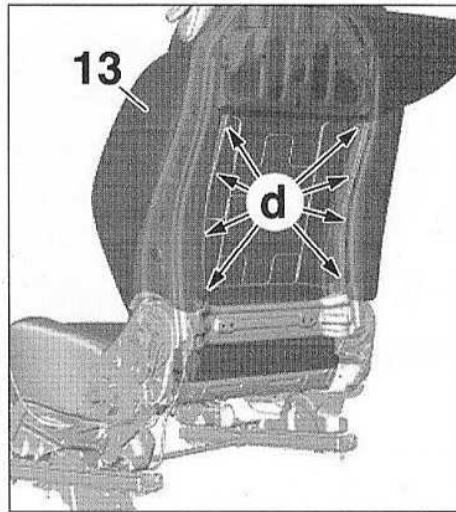

FIG.13
- Dégrafer les verrouillages en (d) (Fig.13).
- Dégager la garniture de dossier (13).